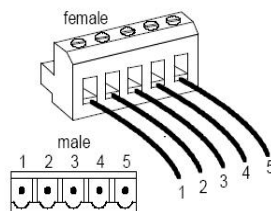

图 1-4 CAN 接口连接器定义
- 3) CAN 总线两端要接入终端电阻。因电源接口模块有内置 120Ω 终端电阻，故只需在总线另一侧插上 CAN 接口连接器，并且在标号 2 和 4 处接入 120Ω 终端电阻即可。若未配置电源接口模块 PWA621，则需要在 CAN 总线两端接口连接器上接入 120Ω 终端电阻，其接口连接器定义如下图 1-4：